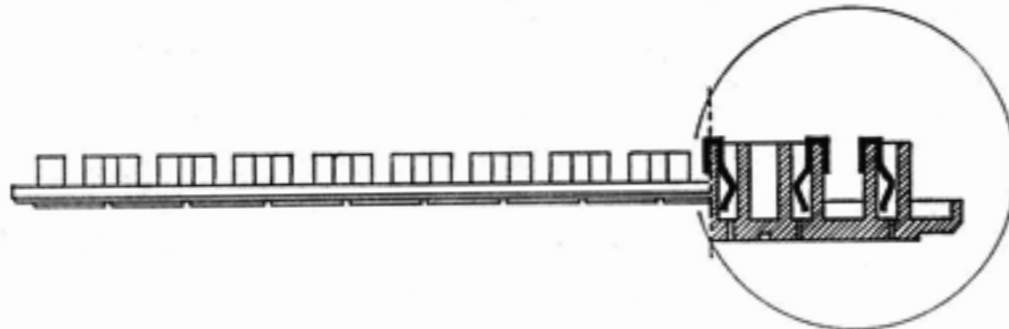
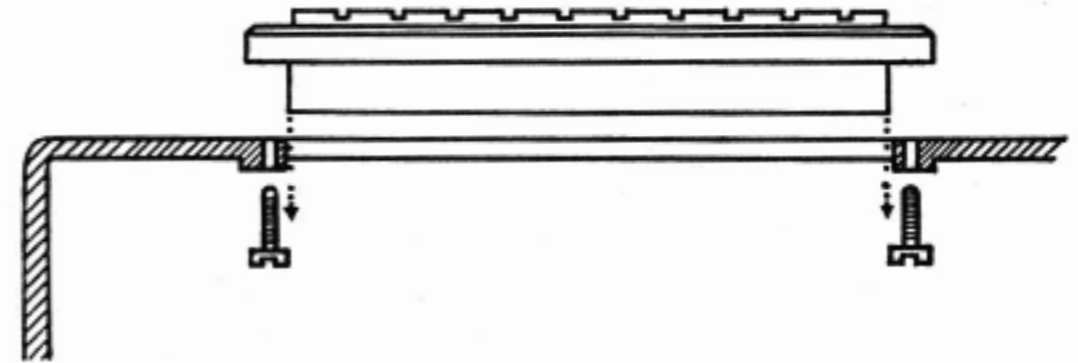
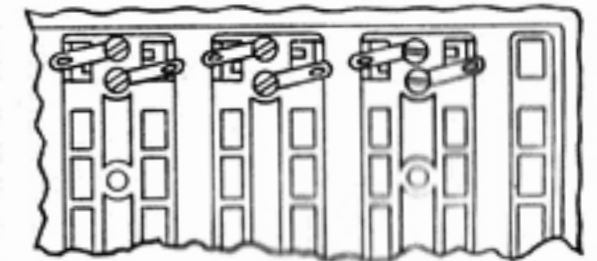

Abb. 2
Abb. 1
Abb. 3
Auf das Unterteil (1) setzen wir die Programmiertafel (2) auf und befestigen sie von unten mit vier Zylinderblechschrauben (29) (Abb. 1). Drehen Sie dann das Ganze so, daß die Unterseite der Programmiertafel nach oben zeigt. Die zehn Durchbrüche für die Schaltschieber müssen Ihnen zugewandt sein. Mit dem Einsetzen der Kontaktklemmen (10) in die Programmiertafel beginnen wir zweckmäßig in der von uns abgewandten oberen waagerechten Reihe. In dieser Reihe bleiben das äußere linke und das äußere rechte Kästchen unbestückt. Die Kontaktklemmen sind so einzusetzen, daß sich der gebogene und geschlitzte Schenkel im Kästchen befindet, während der glatte, kurze Schenkel in die Schaltschieberführung hineinragt (Abb. 2). Gehen Sie mit den Kontaktklemmen bitte behutsam um, drücken Sie sie nicht unnötig, damit die Federwirkung erhalten bleibt! Wenn wir alle achtzehn Kontaktklemmen der oberen Reihe eingesetzt haben, montieren wir sofort die Lötösen (33). Die verwendeten Zylinderblechschrauben (29) dürfen aber jetzt noch nicht vollständig eingedreht werden, denn später müssen wir noch die Schaltdrähte für die Stromzuführung unterklemmen. Es ist zu empfehlen, die Lötösen leicht sichelförmig zu biegen und mit der offenen Seite nach unten aufzulegen, weil dadurch die Kontaktklemmen vorläufig mit gehalten werden, obwohl die Schrauben noch nicht festgezogen sind (Abb. 3).
Abb. 3: Detailansicht der Lötösen (33), die sichelförmig gebogen sind und mit der offenen Seite nach unten auf den Kontaktklemmen liegen, um diese vorläufig zu halten, bevor die Zylinderblechschrauben (29) vollständig festgezogen sind.